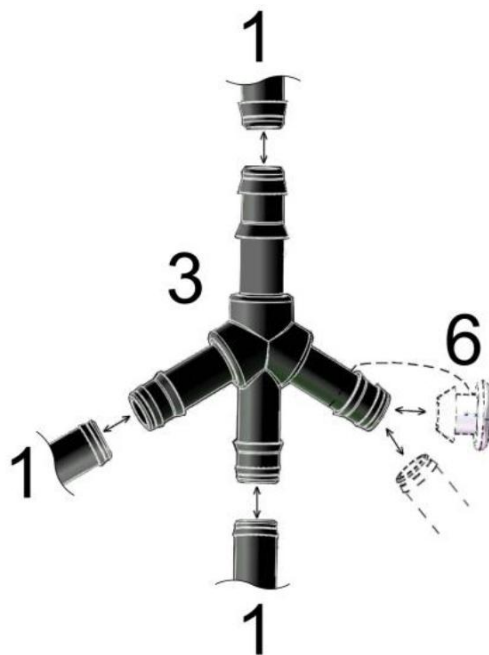

Рис.1
2. Соедините насос (9) и подающий шланг (1).
3. Установите насос (9) на дно бочки с водой.
4. Выберите длину подающего шланга (1) и соедините его с большим разветвителем (3) так, чтобы он выходил из бочки в соответствии с общей схемой и рис.1.
5. Большой разветвитель (3) рекомендуется зафиксировать в неподвижном положении для избежания вибраций во время подачи воды.
6. В соответствии с Вашей схемой посадки выберите длину подающих шлангов (1), идущих от большого разветвителя (3). Нарежьте и соедините их с выходами большого разветвителя (3). При необходимости воспользуйтесь пробкой большого разветвителя (3) (Рис.1).